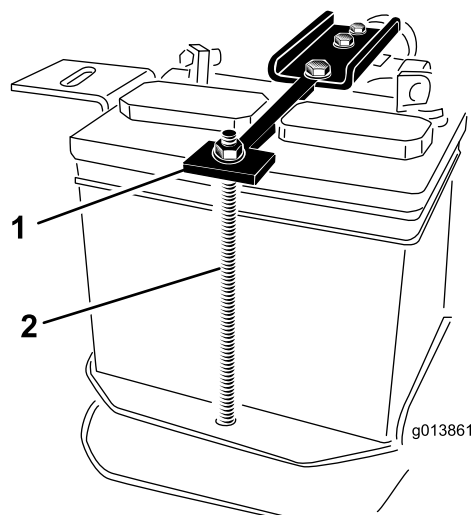

Figure 4
17. Retirez les deux écrous qui maintiennent les barrettes de retenue de la batterie en place et placez les écrous, rondelles et le tube de boulon de côté (Figure 4).